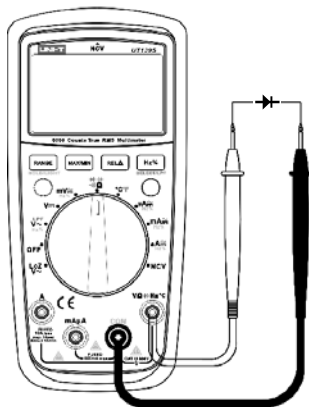

Рисунок 5
- 1) Установите поворотный переключатель в положение $\rightarrow \Omega \rightarrow$ (Рисунок 5).